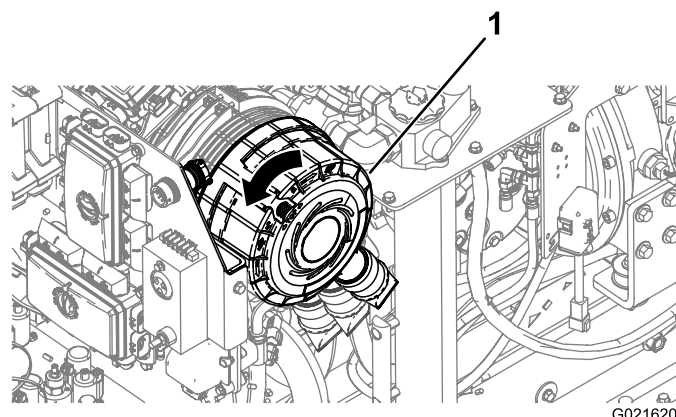

**Figure 117**
6. Faites pivoter le couvercle du filtre dans le sens antihoraire pour placer le capuchon antipoussière à la position 4 heures (Figure 117).
4. Faites pivoter le couvercle du filtre à air dans le sens horaire pour placer le capuchon antipoussière à la position 4 heures (Figure 117).
5. Poussez vers l'intérieur le verrou situé sur le couvercle du filtre à air jusqu'à ce qu'il soit complètement engagé (Figure 117).